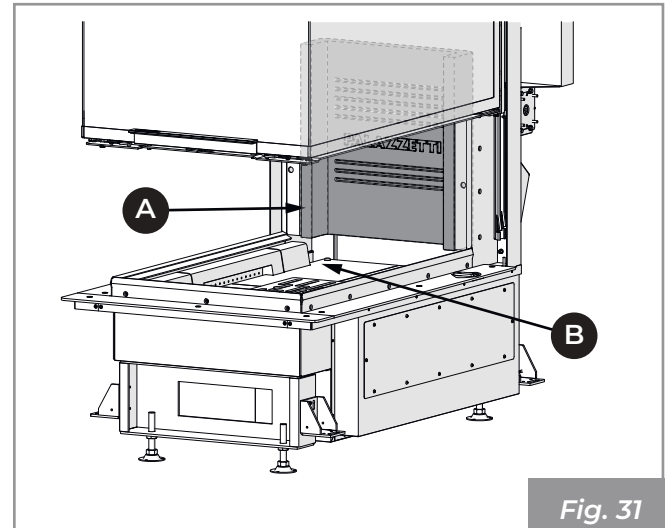

Fig. 31
- 1) Appoggiare lo schienale in refrattario (A) alla parete dell'Ecomonoblocco e farlo delicatamente scivolare in posizione, centrandolo con le protuberanze (B) presenti nella base in refrattario (Fig. 31).